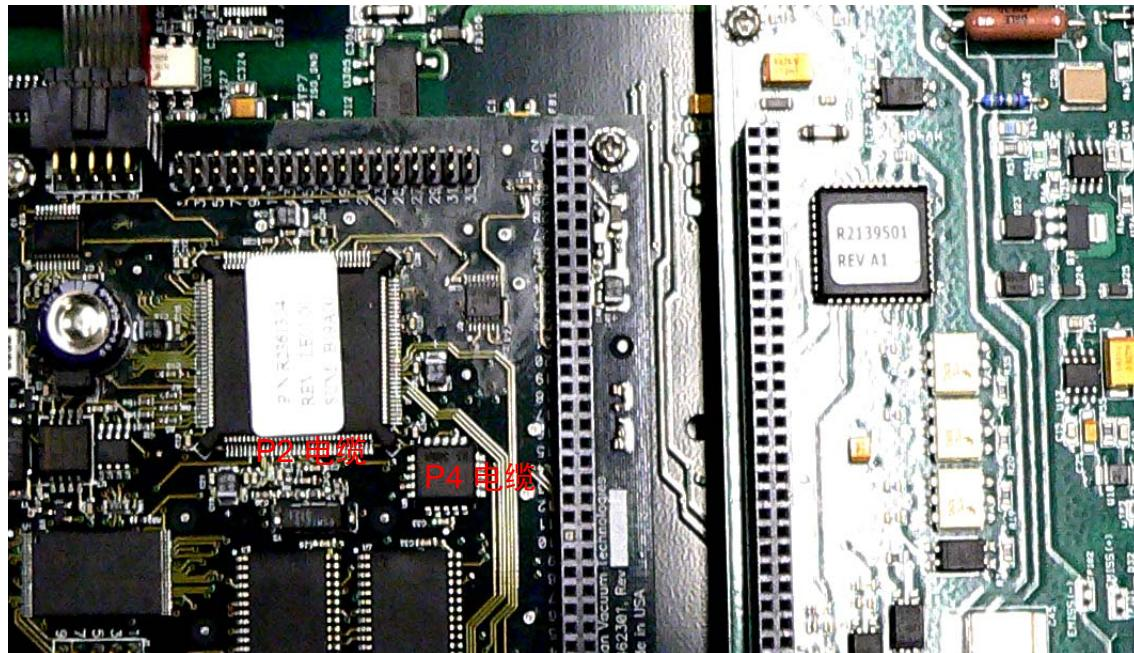

图 B-32 连接
4. 拆卸以下连接 (图 B-32) :
8. 重现安装以下连接 (第 B-22 “页图 B-32”)：
9. 重现安装五 (5) 组十字槽头螺丝及垫片。